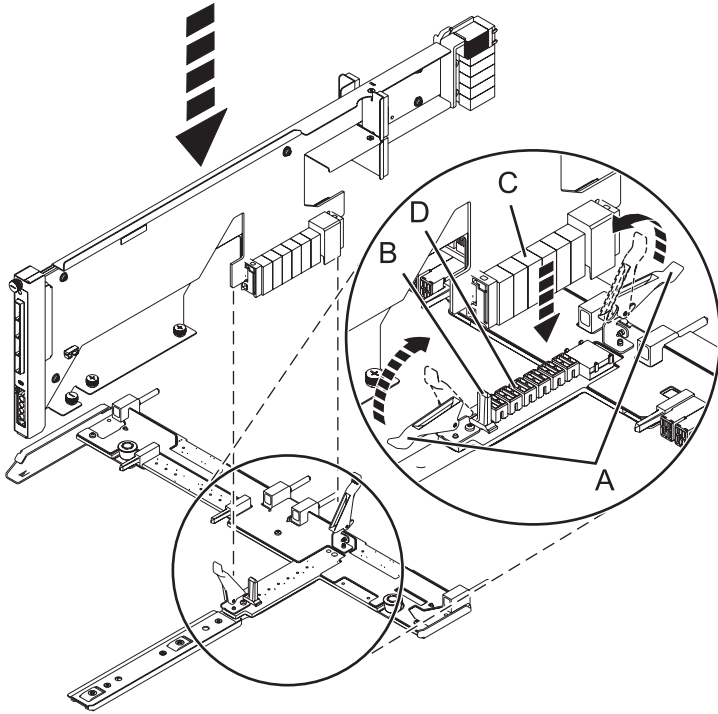

Figure 57. Installation de la carte d'extension SAS dans le fond de panier central
- a. Placez le connecteur de la carte (C) sur le raccord du fond de panier central (D) en vous aidant du guide (B) pour assurer un raccordement adéquat.
- b. Relevez le levier (A) pour insérer et fixer la carte d'extension SAS dans le fond de panier central, comme indiqué dans la figure 57, à la page 78.